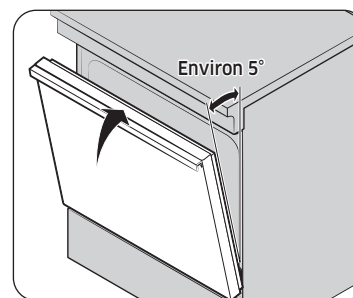

Fig. 1
4. Fermez la porte en position de retrait de la porte, soit à un angle d'environ 5 degrés de la verticale (Fig. 1).